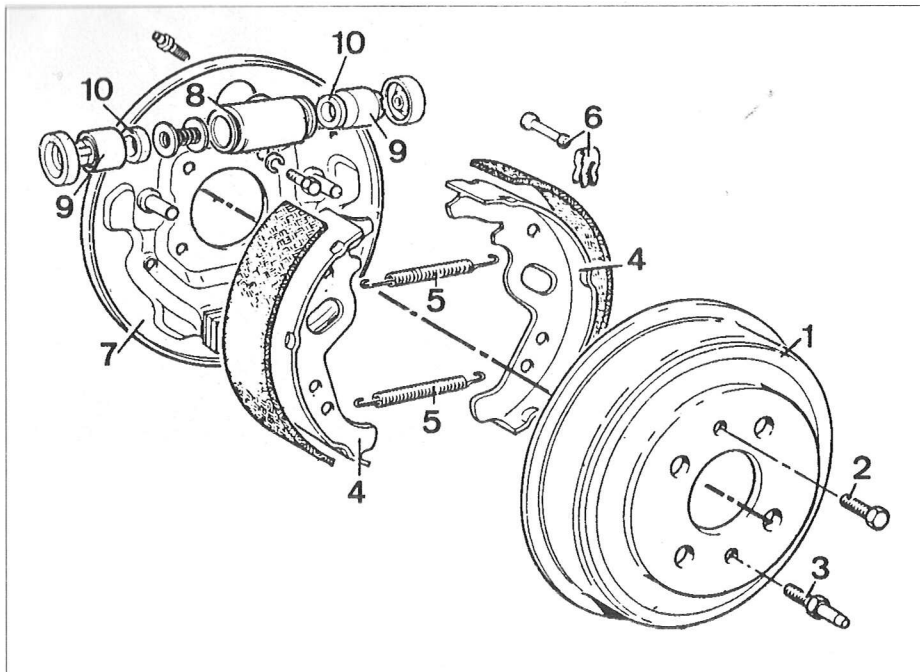

Fig. 84
8.2.2. TRAVÕES TRASEIROS (Fig. 84)